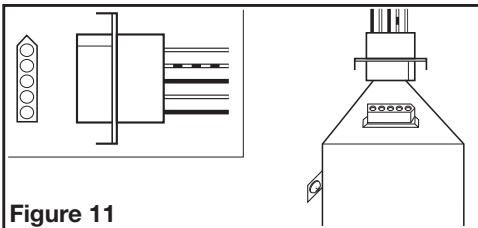

Figure 11
- 3a. **AKLS MODELS:** Plug the fan's quick connect motor cord into the receptacle. This cord will only fit one way into the receptacle (**Figure 11**).
- 3a. **MODÈLES AKLS :** Brancher le cordon à raccordement rapide dans le réceptacle. Ce cordon ne s'ajuste que d'une seule façon dans le réceptacle (**Figure 11**).